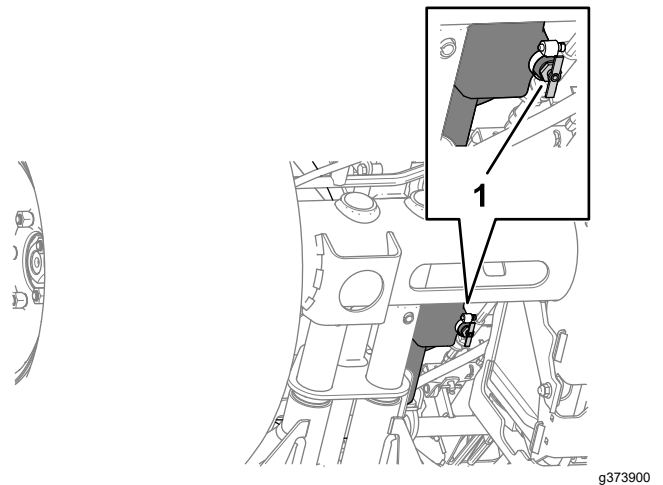

Bild 87
2. Stellen Sie eine Auffangwanne unter das Ablassventil des Kraftstofftanks (**Bild 87**).